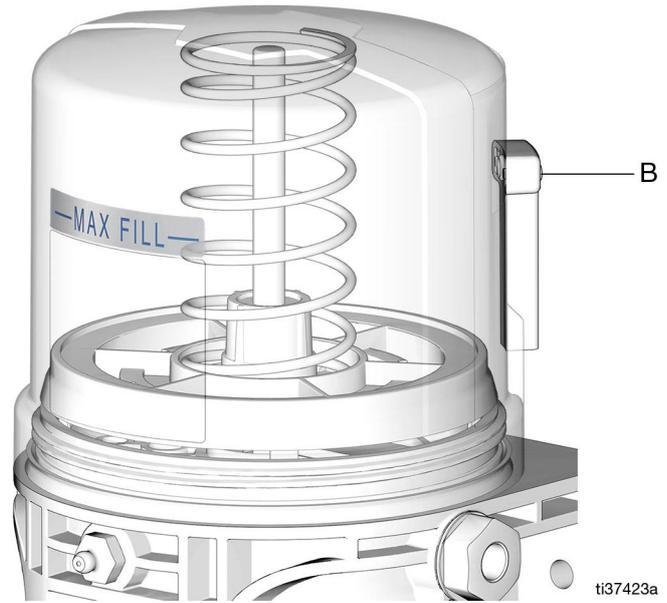

FIG. 20
3. Llene el depósito con grasa NLGI hasta la línea de llenado máximo (MAX FILL, FIG. 20).
**NOTA:** No debería utilizarse el tubo de ventilación (B) como indicador de llenado excesivo (FIG. 20).